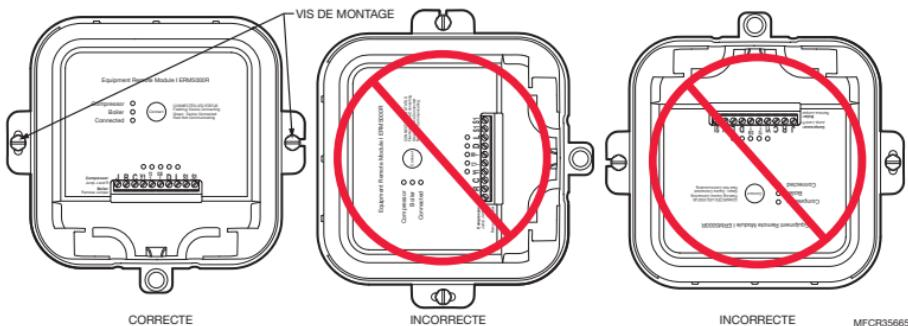

Fig. 11. Orientation de montage.
9. Utiliser deux vis et deux ancre murales pour fixer le module ERM sur le mur extérieur près du compresseur. L'emplacement doit être situé à **au moins 3 pieds au-dessus du sol** et **orienté avec les deux sorties de fil face vers le bas**. Voir les Figs. 11 et 12.